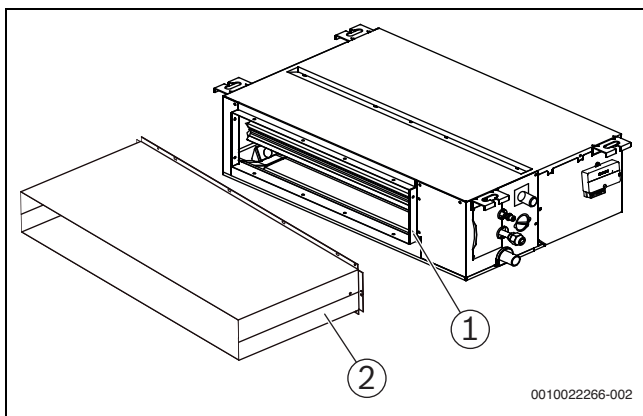

Рис. 4
- ▶ Когда панель выпуска воздуха подключается к фланцу выпуска воздуха корпуса блока через металлический воздушный диффузор, убедитесь, что контактная металлическая поверхность правильно герметизирована и изолирована с помощью уплотняющего элемента (→ рис. 4).